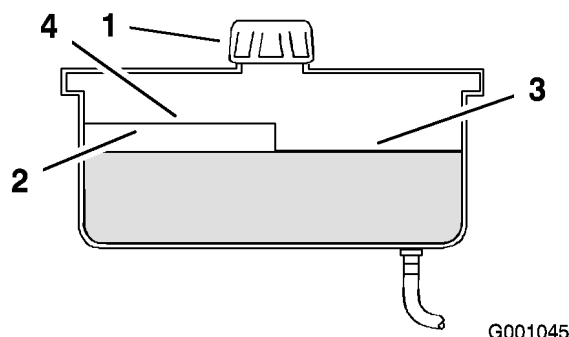

Figure 59
2. Nettoyez la surface autour du goulot de remplissage du réservoir hydraulique (Figure 59).
3. Enlevez le bouchon du goulot de remplissage et vérifiez si le réservoir contient du liquide (Figure 59).
Remarque: Lorsque l'huile est chaude, le niveau de liquide doit atteindre le haut du repère "à chaud" sur le déflecteur (Figure 59).